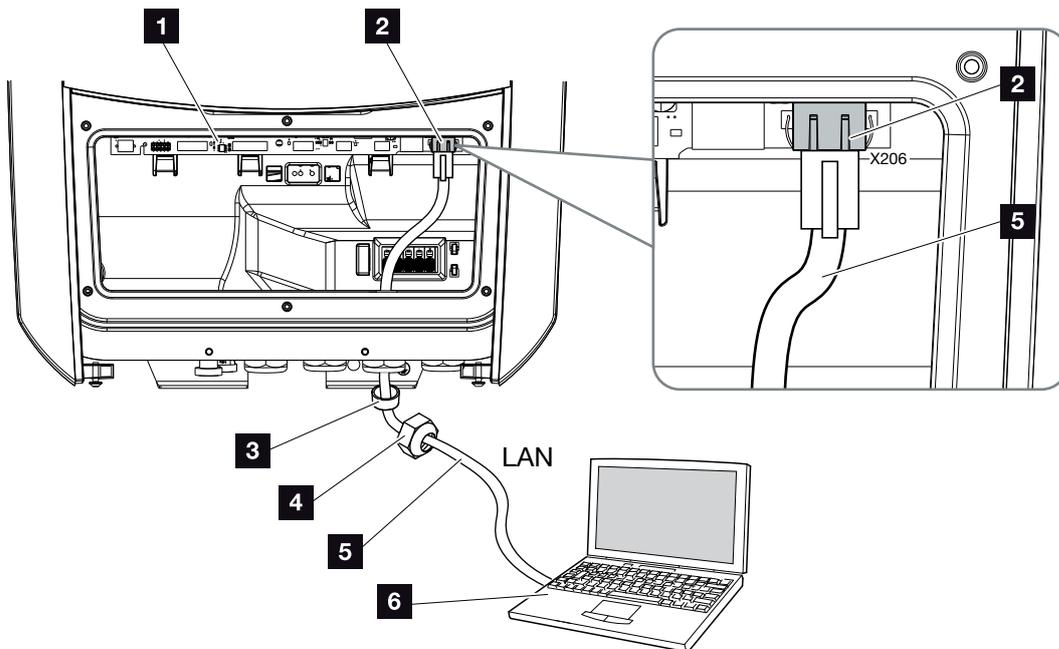

Fig. 28 : Connexion de l'onduleur chargeur et de l'ordinateur au moyen d'un câble Ethernet
3. Raccorder le câble Ethernet à l'interface LAN de la carte de communication SCB (Smart Communication Board).  **Fig. 28 pos. 2**